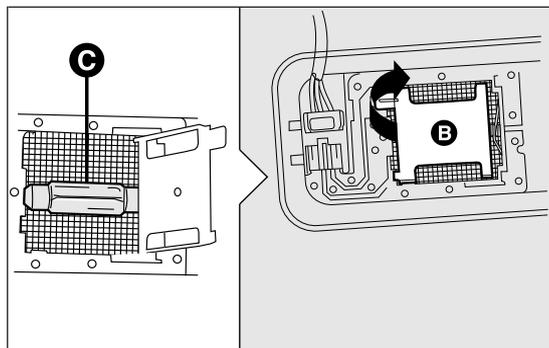

fig. 153
- ouvrir le couvercle B fig. 153 selon l'indication ;
- remplacer l'ampoule C fig. 153 en la dégageant des contacts latéraux, puis installer la nouvelle ampoule en s'assurant qu'elle soit correctement bloquée entre ces contacts ;